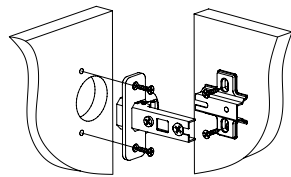

Рис.3
2. При помощи шурупов 3,5x16 установить петли на детали 1, 2 и ответные планки петель на детали 4 и 5 (Рис. 3).